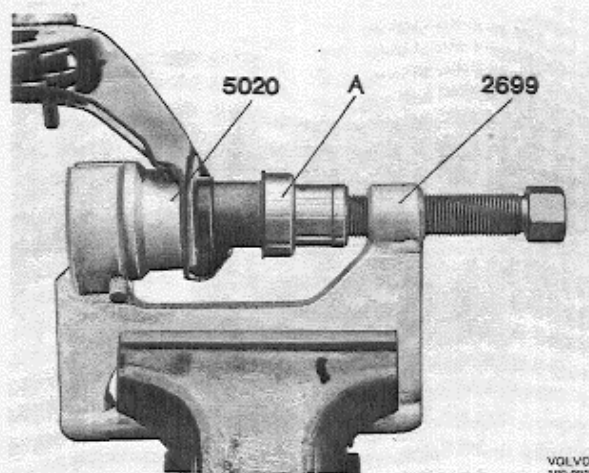

Abb. 43 Einpressen der unteren Querlenkerbuchse
Dornen 2705, 2904 oder 2905 in die untere Querlenkergabel eingepreßt. Der Dorn (A) wird entspr. Abb. 43 vorgelegt. Preßwerkzeug 2699 und Gegenhalter 5020 werden wie beim Ausbau der Buchsen angesetzt.